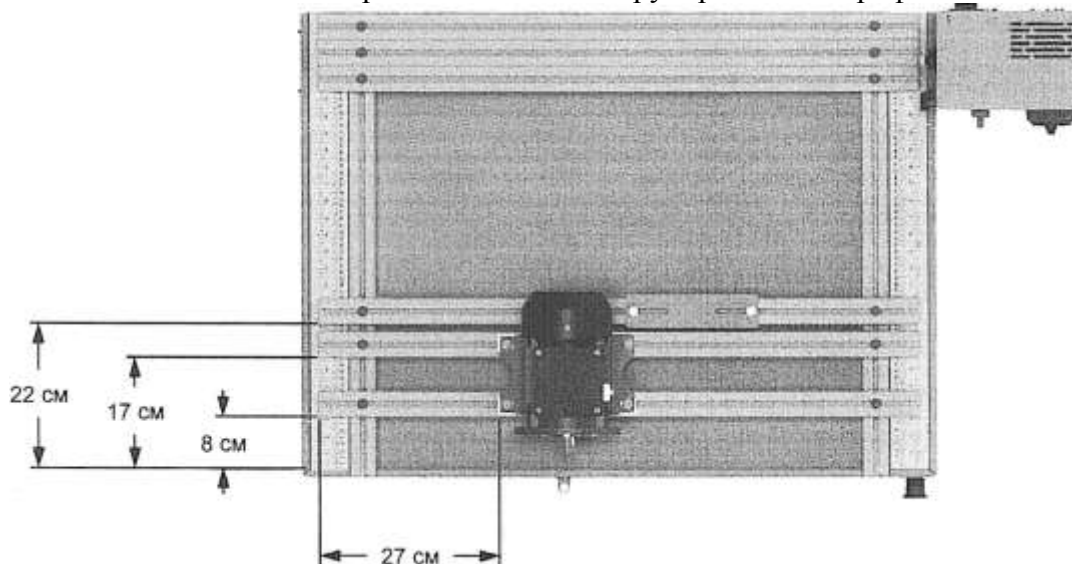

Рисунок 63. Схема рабочей станции для коррекции неплотно прилегающей опоры.
2. Закрепите два экструдированных профиля в положениях, указанных на Рисунок 63. Убедитесь в том, что другие экструдированные профили, имеющиеся на рабочей станции, плотно закреплены на ее задней панели. Установка электродвигателя
8. Установите плоский брусок рядом с электродвигателем, используя винты М8-1,25х20, плоские шайбы и гайки под Т-образный паз, как показано на Рисунок 63. Затяните винты пластины с помощью 6-мм шестигранного ключа с Т-образной рукояткой.